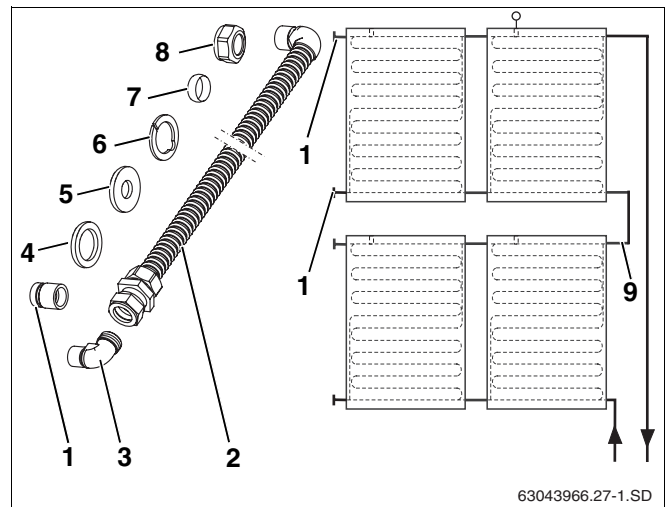

Fig. 38 Représentation schématique et contenu de livraison
Le kit de raccordement (fig. 38, **pos. 9**) qui assure la connexion de deux rangées de capteurs est disponible comme accessoire.
Contenu de livraison (fig. 38)
Fermez les raccords des capteurs que vous n'utilisez pas à l'aide des capuchons (fig. 38, **pos. 1**, voir chap. 6.1.2 "Montage des capuchons", page 21).